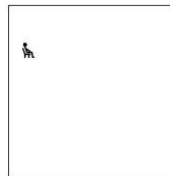

Fig. 6: schermata iniziale
- ⇒ L'apparecchio per la misurazione della pressione arteriosa si attiva automaticamente, esegue un test del display e visualizza la schermata iniziale. (vedi Fig. 5 e Fig. 6).
⇒ Il display visualizza la schermata iniziale (Fig. 6).
Attendere la comparsa della schermata iniziale (Fig. 6) prima di avviare una nuova misurazione.